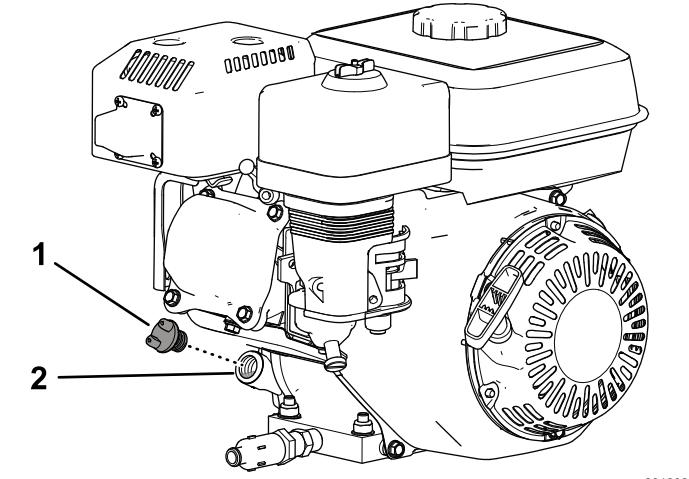

Рисунок 28
- Очистите поверхность вокруг крышки маслозаливной горловины (Рисунок 28).